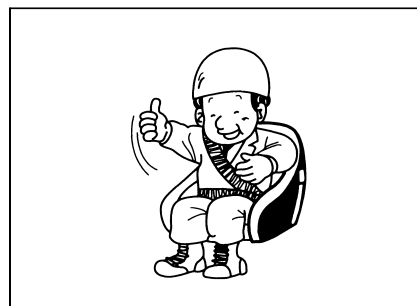

Рис. 1-57
- При работе оператор должен все время сидеть на подходящем месте в кресле, погрузчик должен все время находиться в управляемом состоянии. (рис. 1-57).